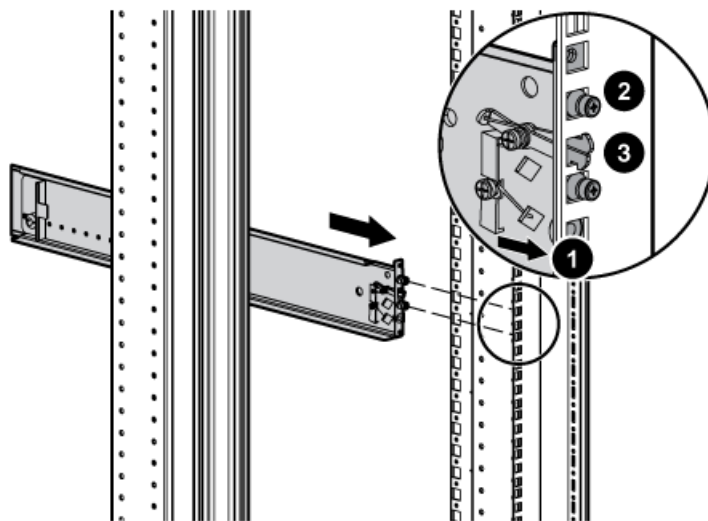

Abbildung 6 Anbringen der vorderen Schiene
2. Ziehen Sie an der Vorderseite der Schiene die Verriegelung, um die scherenartige Verriegelung (1, Abbildung 6) zu lösen, und drücken Sie die scherenartige Verriegelung, um die Schiene und die Stifte durch die Hochkantbohrungen (2) des Racks zu schieben, bis die Verriegelung einrastet (3).